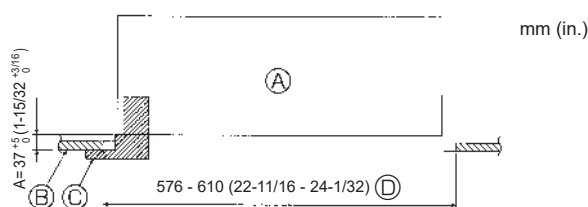

Fig. 10-2
10.3. Préparatifs préalables à la fixation de la grille (Fig. 10-2)